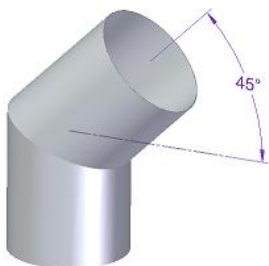
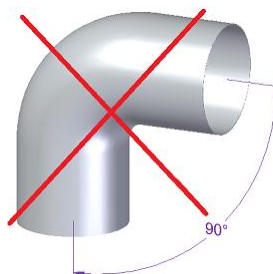

Figura 1 - Inclinación correcta para las curvas
Figura 2 - Inclinación incorrecta para las curvas
- * En las condiciones nominales de funcionamiento, el tiro de los gases de combustión debe originar una depresión de -12 Pa un metro por encima de la boca de la chimenea. Para que la instalación sea buena, deben aplicarse, en vertical, al menos 2 metros de tubo metálico de chimenea con el mismo diámetro de la salida de humos del insertable. A continuación de esta sección se pueden utilizar elementos de tubería con una inclinación máxima de 45°. En las Figura 1 e Figura 2 se muestran las inclinaciones correcta e incorrecta de las curvas, respectivamente;